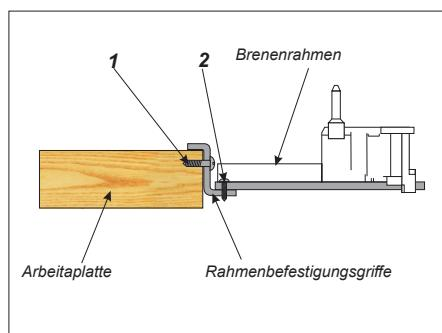
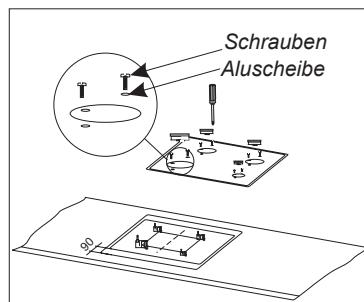
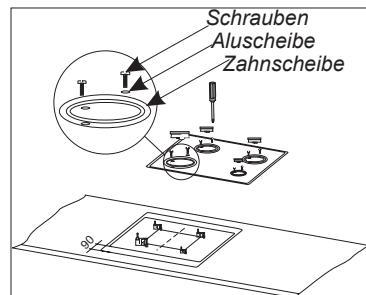

Abb. 3
Abb. 5
Abb. 6
- die Blechschrauben [2] (Abb. 3) lösen.
- Brennerrahmen schieben, bis Massenübereinstimmung von 90 mm (Abb. 5) erreicht wird und in dieser Position den Brennerrahmen mit Blechschrauben [1] (Abb. 3) in der Palttenöffnung sperren.
- auf den Brennerrahmen die Arbeitsplatte hinlegen und mit 8 Blechschrauben mit Unterlagsscheiben M-3 (Abb. 5) an Brenner zuschrauben,
- Brennerrahmen schieben, bis Massenübereinstimmung von 90 mm (Abb. 6) erreicht wird und in dieser Position den Brennerrahmen mit Blechschrauben [1] (Abb. 3) in der Plattenöffnung sperren.
- auf den Rahmen mit Brennern eine Keramikscheibe auflegen und danach Zierauflagen auf die Scheibe und Brenner auflegen. Die Scheibe mit den Zierauflagen mit 8 Blechschrauben mit Unterlagsscheiben M-3 anschrauben (Abb.3), wobei das Anschrauben von den hinteren Normalbrennen anzufangen ist und erst danach ist der Stark-und Hilfsbrenner zu befestigen.